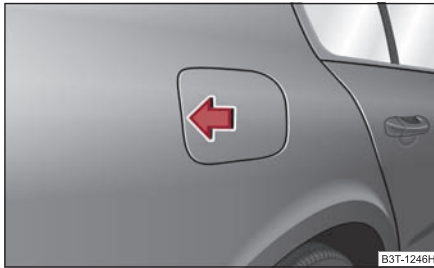

Fig. 12 Partea dreaptă spate a autovehiculului: Deschiderea clapetei rezervorului
- Pentru a deschide clapeta rezervorului, apăsați-o în partea stângă în zona centrală ⇒ fig. 12.